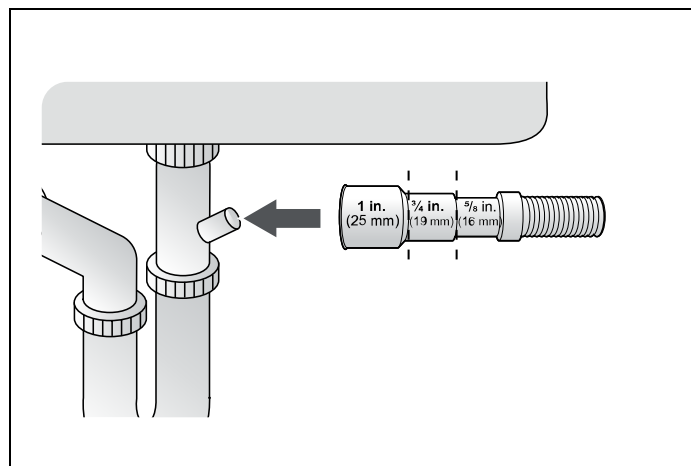

Fig. 16
- 3) Compruebe el tamaño del conector de la manguera de desagüe del fregadero. Si es necesario, corte la manguera de desagüe para que su extremo encaje en el conector del fregadero (5/8", 3/4" o 1" - como se muestra en Fig. 16). Si el extremo de la manguera de desagüe no encaja en el conector de la manguera de desagüe del fregadero, utilice un adaptador que puede adquirir en una tienda de suministros de fontanería/ferretería.